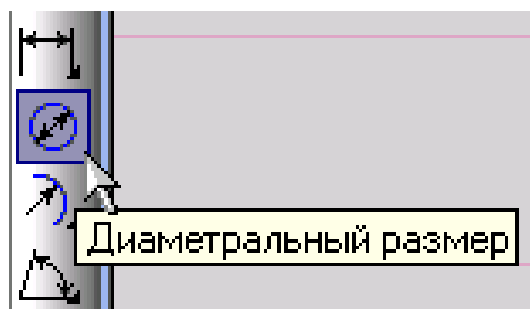
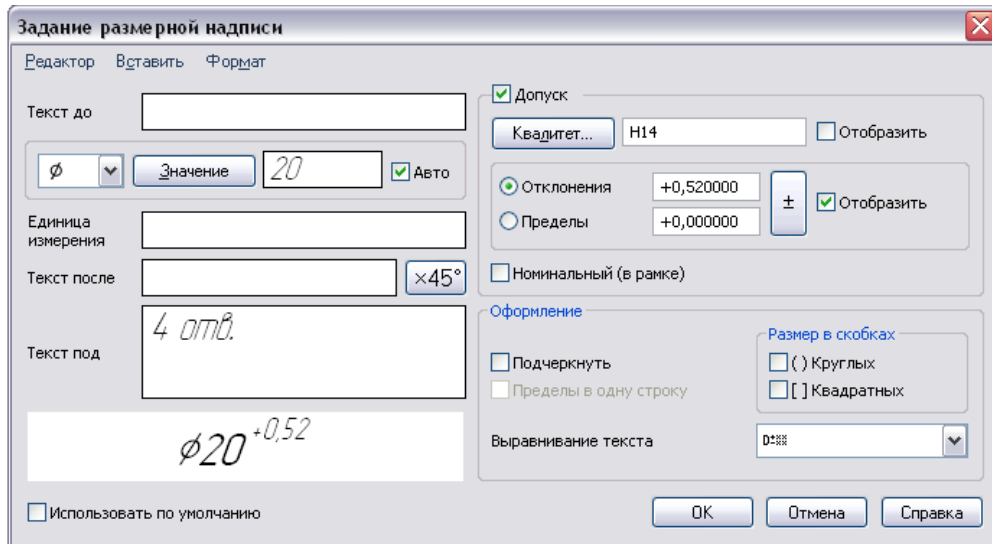

Рис. 2.3.26
Рис. 2.3.27
3. Команда **Диаметральный размер** дозволяє ввести розмір отворів. Для виклику команди натисніть кнопку **Диаметральный размер**  на Інструментальній панелі розмірів (рис. 2.3.26). Натисніть курсором на коло, натисніть у панелі властивостей на рамку **Текст**, з'явиться діалогове вікно **Задание размерной надписи** (рис. 2.3.27), здійсніть напис у рамці **Текст под** (клацнувши лівою кнопкою миші у вікні, з'являться можливі варіанти написів, замініть напис **2 отв.** на **4 отв.**), зніміть галочку у вікні напису **Отклонения Отобразить**, щоб розмір був записаний без відхилення (отклонения) та натисніть **ОК** (рис. 2.3.27, 2.3.28).